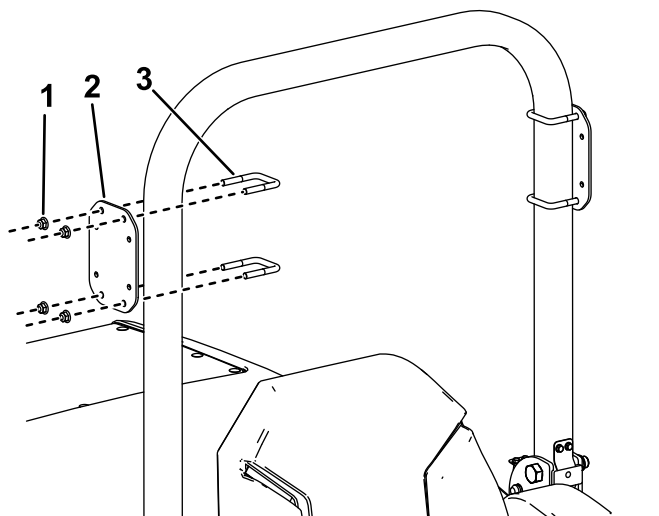

Figura 1
1. Instale um suporte da luz em ambos os lados da máquina com duas cavilhas em U e quatro porcas de bloqueio ($\frac{3}{8}$ pol.) como se mostra na Figura 1.